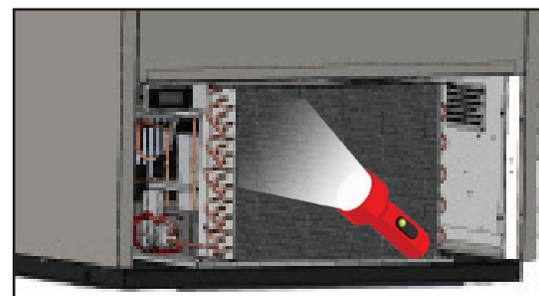

Fig. 4. Vérification de la propreté de la batterie.
5. Après élimination de la saleté de la surface du serpentin, vérifiez à l'aide d'une lampe torche que vous pouvez voir à travers le serpentin et observer les pales du ventilateur de condenseur qui tournent. Voir Fig. 4.